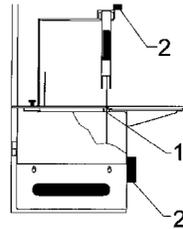

Fig.7.6.3
7.8. - Limpieza de la cuña de la guía de la hoja (Fig. 7.6.3)